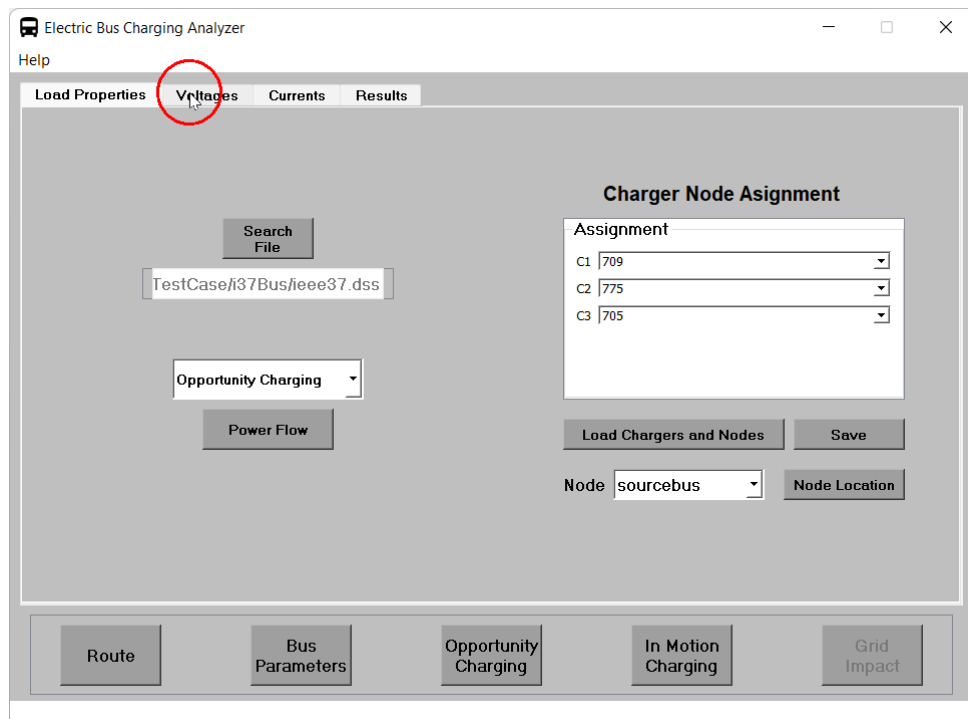

Figura 57: Cambiar de pestaña.
9. Se selecciona la pestaña **Voltages** tal como se muestra en la figura 57.